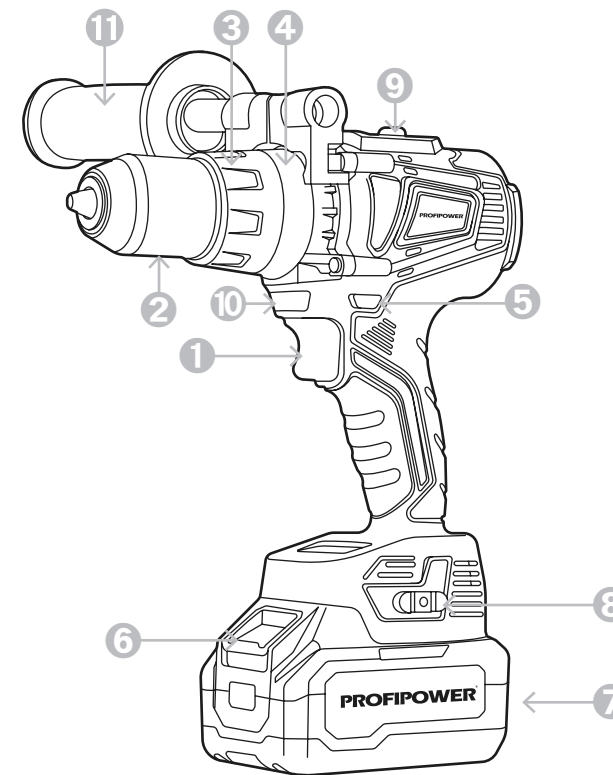

Рисунок 1.4.1. Внешний вид
ВНИМАНИЕ! Перед установкой аккумуляторного блока в инструмент обязательно убедитесь, что его триггерный выключатель «1» (рисунок 1.4.1.) нормально работает и возвращается в положение (ВЫКЛ.) при отпускании.
❶ Для включения электроинструмента нажмите выключатель «1» (рисунок 1.4.1.) и держите его нажатым.
❷ Для выключения электроинструмента отпустите выключатель «1».
Нажмите на выключатель «1» (рисунок 1.4.1.) для включения лампы «8» (рисунок 1.4.1.). Лампа «8» (рисунок 1.4.1.) будет светиться пока выключатель будет оставаться в нажатом положении.